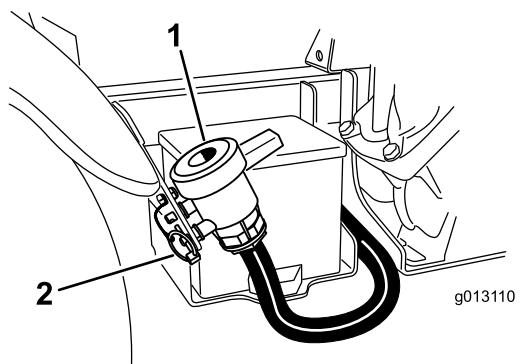

図 27
2. タンクのドレン・バルブは車両の右側にある（図 27）。バルブはバッテリー脇のフェンダー・ブラケットにある。